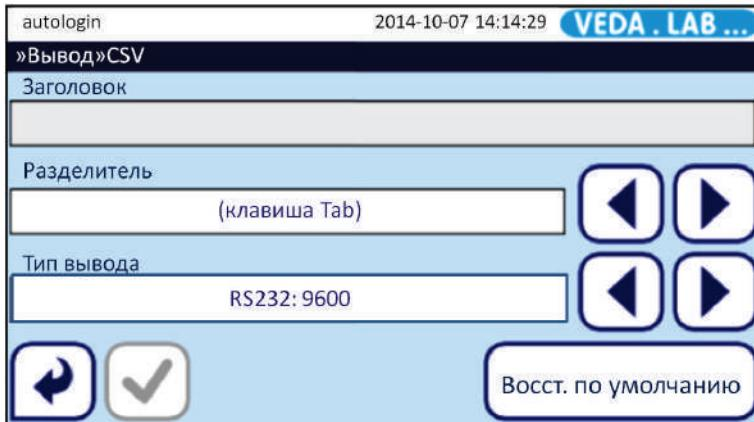

Рис. 48: Меню Передача> CSV (Output>CSV)
- 3 В меню **Передача> CSV** (**Output >CSV**) коснитесь текстового поля **Заголовок** (**Header**) для входа в меню (см. Рис. 48) и введите текст заголовка передаваемых данных.
*Если вы хотите экспорттировать данные в файл с расширением .txt, у вас есть возможность указать имя файла. Коснитесь текстового поля **Имя и путь файла (File name with path)** для появления окна ввода (см. Рис. 48) и введите нужное имя файла. Если имя файла не будет задано, то система сгенерирует его самостоятельно, используя дату и время создания.*